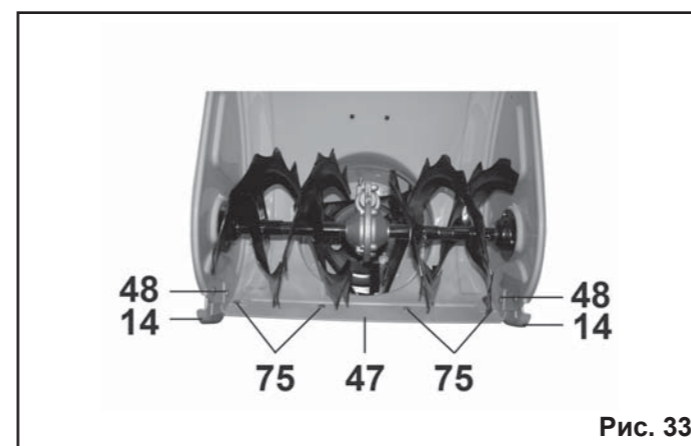

Рис. 33
9.10. Замена ножа и башмаков (Рис.33).